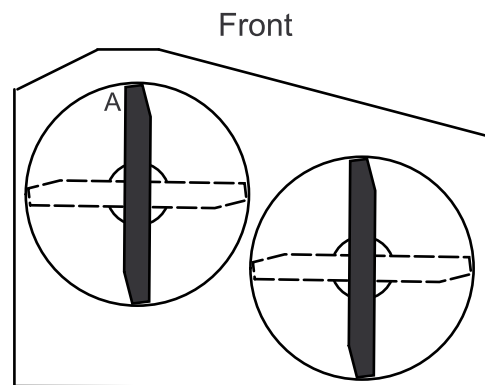

Figura 62
3. Con la macchina su una superficie piana, posizionate una lama longitudinalmente. Misurate al punto **A** e da una superficie piana fino al tagliente della punta della lama (Figura 62).